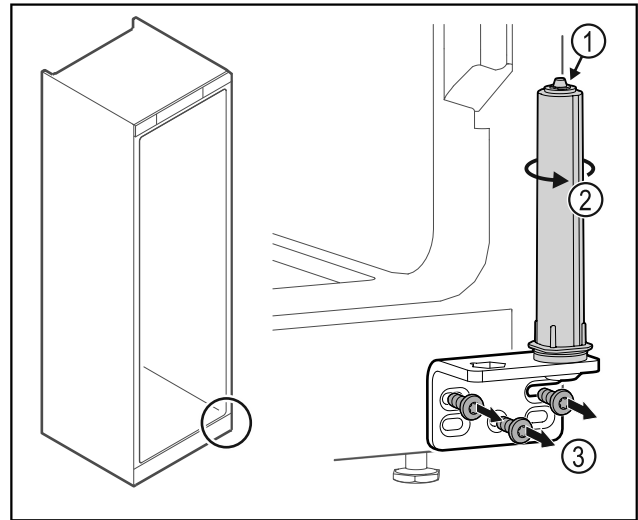

Fig. 39
- ▶ Neardykite durų uždarymo sistemos Fig. 39 (1).
- ▶ Sukite uždarymo sistemą Fig. 39 (2), kol ji užsifiksuos.
- ▶ Atsukite šarnyrinį kampuočių Fig. 39 (3).